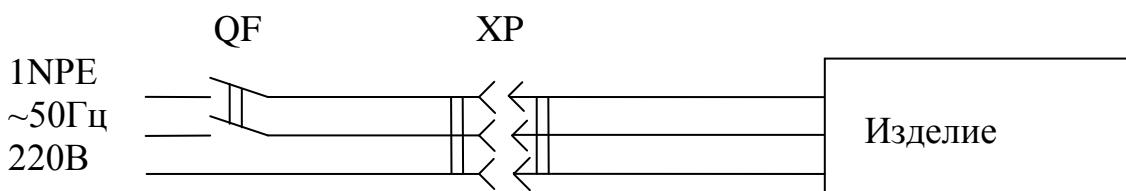

Рис.1. Схема подключения изделия к электросети
6.4. Изделие должно подключаться к питающей электрической линии (рис.1) через автоматический выключатель электромагнитной защиты с номиналом установки по току 10А.